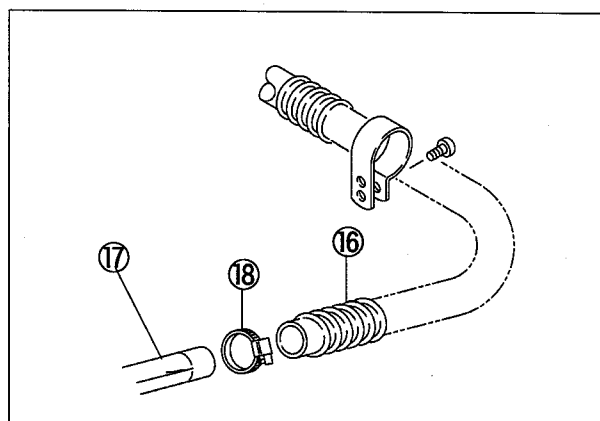

図5
- (7) ホース⑮を吸込管の排気側⑮に差し込み、ホースバンド⑮で固定する。(図5 参照)